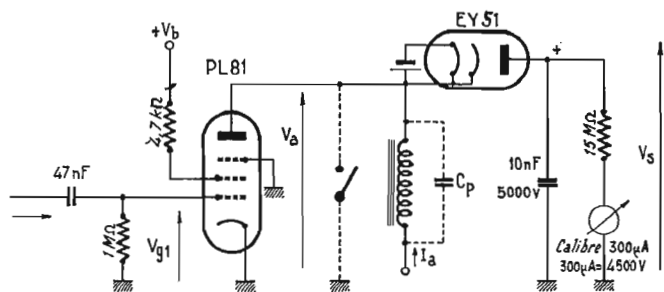

FIG. 1
Dans un premier temps, la pentode de puissance PL81 (1) jouant le rôle d'un interrupteur établit le courant dans la self L jusque la valeur I_m (fig. 1).